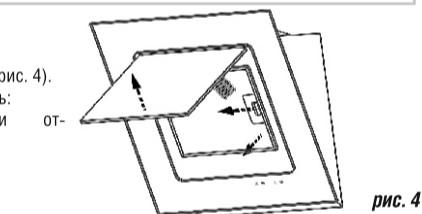

рис. 4
- 6.1.1 Перед установкой вытяжки снимите алюминиевый фильтр (рис. 4). Предварительно откройте стеклянную откидную панель:
- потяните за нижний край откидной панели, как показано на рис.4 и откройте ее;
8.3 Для очистки алюминиевого фильтра извлеките его из вытяжки (рис.4). Произведите очистку фильтра с помощью щетки горячим водным раствором нейтрального моющего средства вручную или в посудомоечной машине (при 60°C). Сильно загрязненный фильтр не следует мыть в посудомоечной машине вместе с посудой.